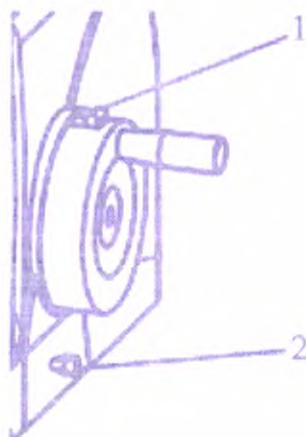

Рисунок 8. Стопорный рычаг для ручного маховичка
| Рисунок 8, (1) | Фиксатор для ручного маховичка в верхнем положении |
| Рисунок 8, (2) | Стопорный рычаг для ручного маховичка              |
Кроме того блокировку ручного маховичка можно осуществить фиксацией его в верхнем положении (Рисунок 8, (1)).
- Для механической блокировки ручного маховичка, переключите стопорный рычаг (Рисунок 8, (2)) в положение вверх, после чего маховичок зафиксируется и его нельзя будет повернуть.
- Отпустите Стопорный рычаг ручного маховичка (Рисунок 8, (2)).